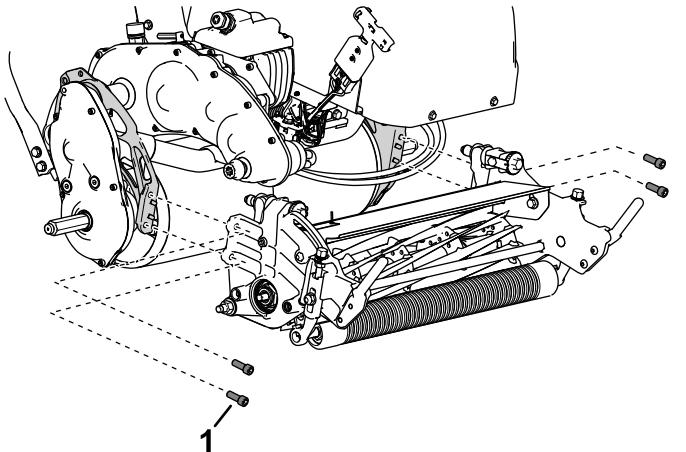

Figure 7
- Fixez l'unité de coupe sur la machine à l'aide de 4 vis à tête à creuse (Figure 7).